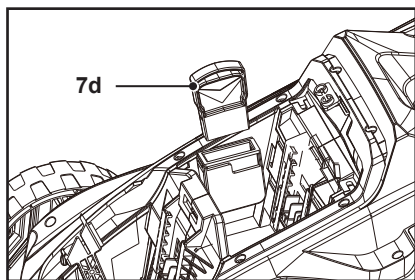
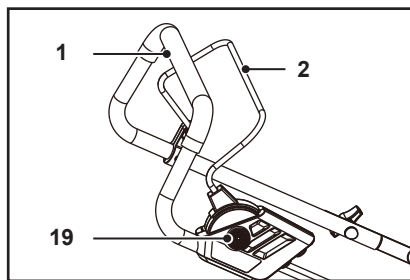

Fig. 13
Fig. 14
1. Montează acumulatorii (21).
2. Introdu complet cheia de siguranță (7d) în fanta aferentă (Fig. 13).
3. Stai în spatele mânerului de prindere (1).
4. În timp ce menții apăsat comutatorul de siguranță (19), trage maneta de pornire (2) spre mânerul de prindere (1) (Fig. 14).
5. După pornirea mașinii de tuns iarba, eliberează comutatorul de siguranță (19).
7. Eliberează maneta de pornire (2) pentru a opri mașina de tuns iarba.